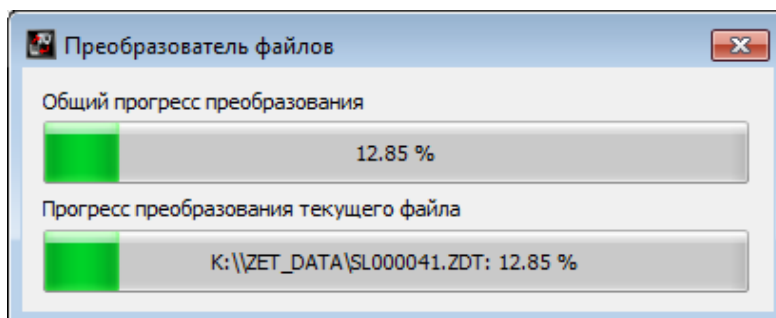

Рис. 5.2 Программа «Преобразователь файлов»
5. Запустится процесс конвертация файлов, состояние которого можно отслеживать в программе «Преобразователь файлов» (Рис. 5.2).